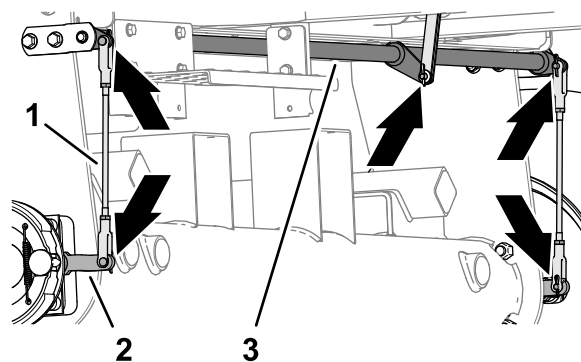

Рисунок 68
1. Проверьте на наличие повреждений и износа левого и правого стержней тормоза в сборе (Рисунок 68).
2. Проверьте поворотный вал тормоза (Рисунок 68) на наличие повреждений и износа.